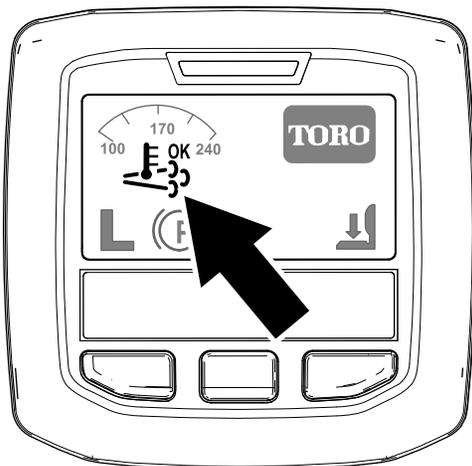

Figure 27
- L'icône de régénération assistée/réinitialisée s'affiche dans l'InfoCenter (Figure 27).